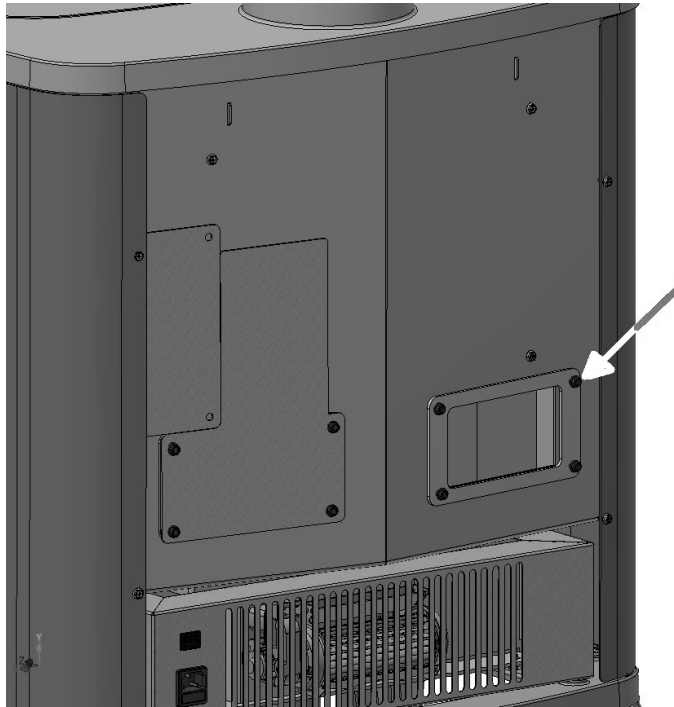

Fig. 14 - Die Schrauben entfernen
- Die Reinigungskappe durch Lösen der 4 Schrauben CH 8 öffnen (siehe **Fig. 14**).